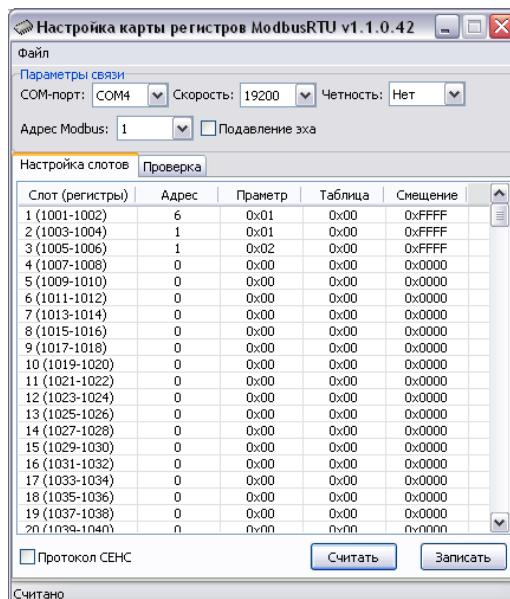

Рисунок 4 - Внешний вид окна программы
В группе настроек «Параметры связи» следует выбрать номер коммуникационного порта, к которому подключен адаптер, скорость обмена и чётность, на которые настроен адаптер, и нажать кнопку «Считать». При этом адаптер должен быть переключен в режим обмена по протоколу ModBus. После нажатия кнопки «Считать» программа должна считать значения регистров Адаптера, о чём будет выдано сообщение «Считано» в строке состояния программы (смотри рисунок 4). Если значения регистров не считаны (адаптер не найден), то необходимо:
**Внимание!** Проверяйте флаг состояния протокола СЕНС (смотри рисунок 4). При отключенном протоколе поиск и настройка адаптера и других устройствах будет невозможна.